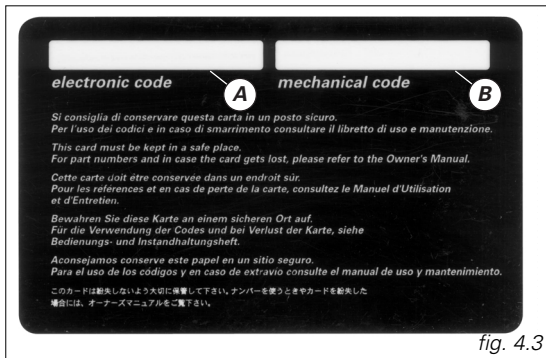

fig. 4.3
A) (fig. 4.3) il codice elettronico, da utilizzare in caso di blocco motore e quindi mancata accensione dopo il **key-on**.
B) (fig. 4.3) il codice meccanico delle chiavi, da comunicare alla rete assistenziale DUCATI in caso di richiesta di duplicati delle chiavi.